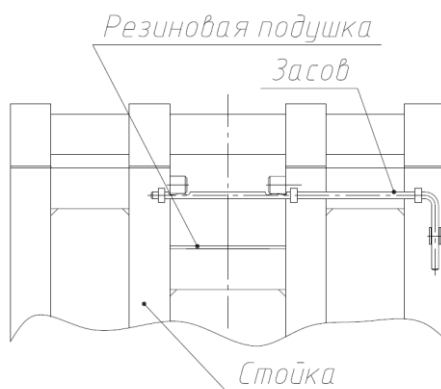

Рисунок 6
1.1.7 Выставить стойку таким образом, чтобы стрела была строго по оси симметрии стойки. При помощи регулируемых опор отрегулировать стойку по высоте, добившись горизонтального положения стрелы (стрела должна опираться на резиновую подушку, прикрепленную к стойке) (рис.6).